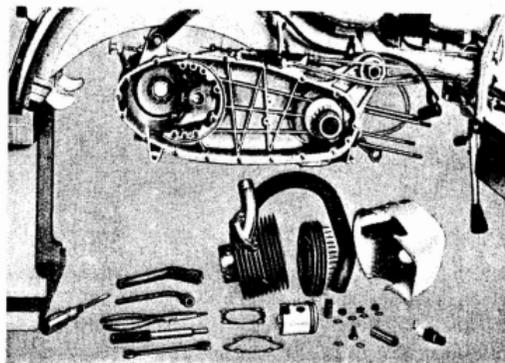

Fig. 16
- 27 Desmontar el pistón: quitar los anillos de sujeción del bulón, sacar el bulón utilizando un dispositivo sobre el que se oprima con la mano o usando un extractor. Quitar los segmentos elásticos. Véase fig. 16.